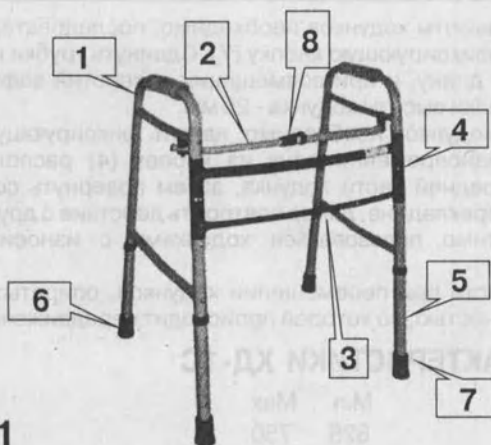
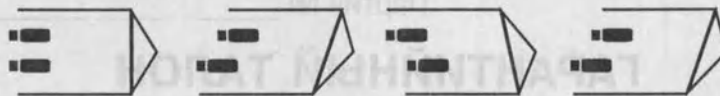

РИС.1
РИС.2
Ходунки состоят из двух "П" -образных опор (1), шарнирно скрепленных между собой перекладинами (2, 3). Каждая опора имеет две ножки (5) с отверстиями и фиксирующими кнопками (7), позволяющими регулировать высоту ходунков. Ножки опор оснащены резиновыми наконечниками (6), с внутренним диаметром 28 мм. (См. рис.1) Принцип действия ходунков состоит в попеременной перестановке опор и отображен на рис.2.